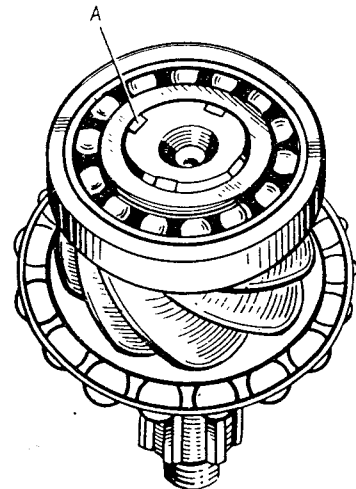
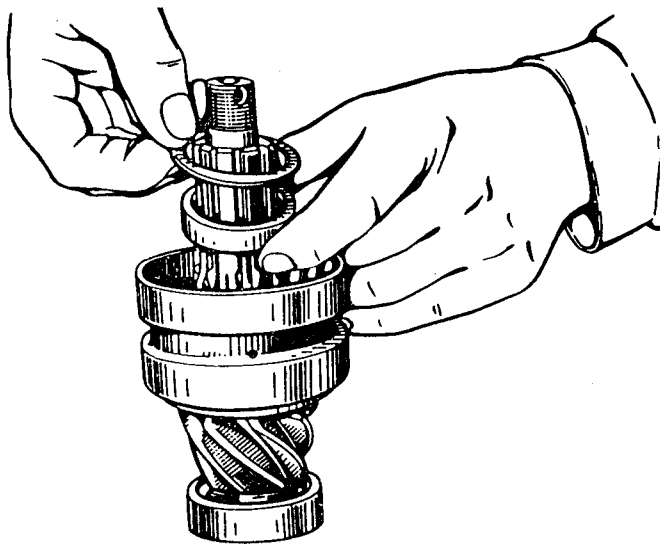

Bild 143. Ankörnung der Schaftstirnfläche nach dem Aufpressen des Lagers:
Bild 144. Einbau der Abstandbüchse und der Ausgleichbeilagen des vorderen Antriebsradlagers
1. Lager auf das Antriebsrad aufpressen. Nach dem Aufpressen des hinteren Traglagers mit Zylinderrollen Stirnfläche des Zapfens, auf den es aufgepreßt ist, ankörnen (Bild 143). Abstandsbüchse und Ausgleichbeilagen des vorderen zweireihigen Kegelrollenlagers des Antriebsrades zwischen den Innenringen unterbringen (Bild 144).